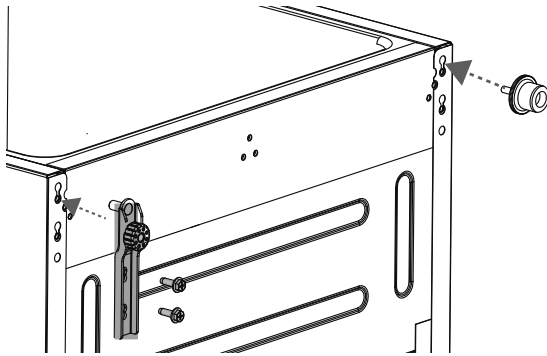

Abb. 5
- ▶ Schrauben Sie das untere Scharnier auf der linken Seite wieder an. Drehen Sie den Stellfuß (3) auf der rechten Seite ein (siehe **Abb. 5**).
- ▶ Setzen Sie die Gefrierraumtür (2) auf das untere Scharnier. Halten Sie die Gefrierraumtür fest.
- ▶ Vergewissern Sie sich, dass die Gefrierraumtür (2) horizontal und vertikal bündig mit dem Gerätegehäuse abschließt, so dass alle Dichtungen schließen, bevor sie das obere Scharnier wieder festschrauben.